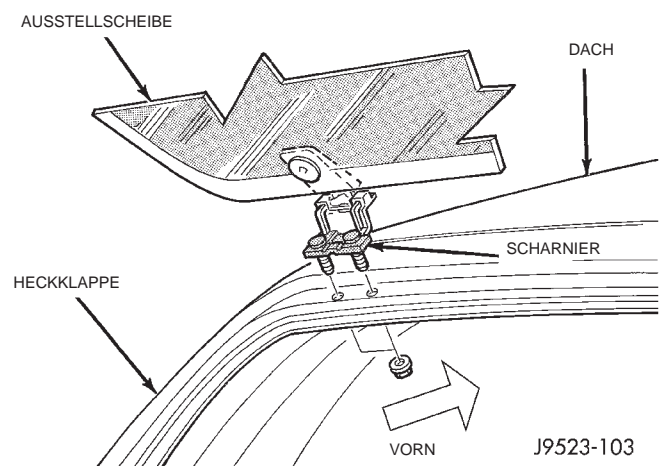

Abb. 67 Scharnier ausbauen
- (5) Haltemuttern der Scharniere an der Heckklappe lösen (Abb. 67).
- (6) Ausstellscheibe der Heckklappe aus dem Fahrzeug nehmen.